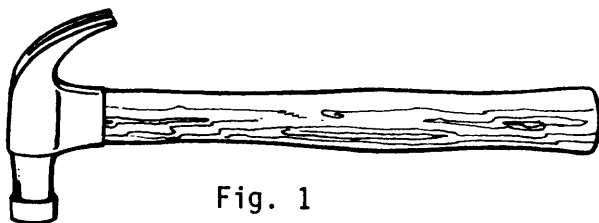

Fig. 1
- a) Martillo de orejas (fig. 1).